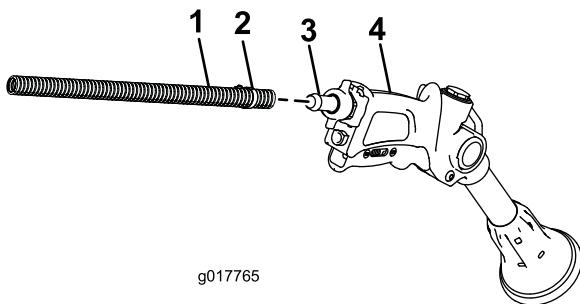

Bild 18
2. Schließen Sie das freie Ende des langen Schlauches am Anschlussstück an der Spritzpistole an (Bild 18).